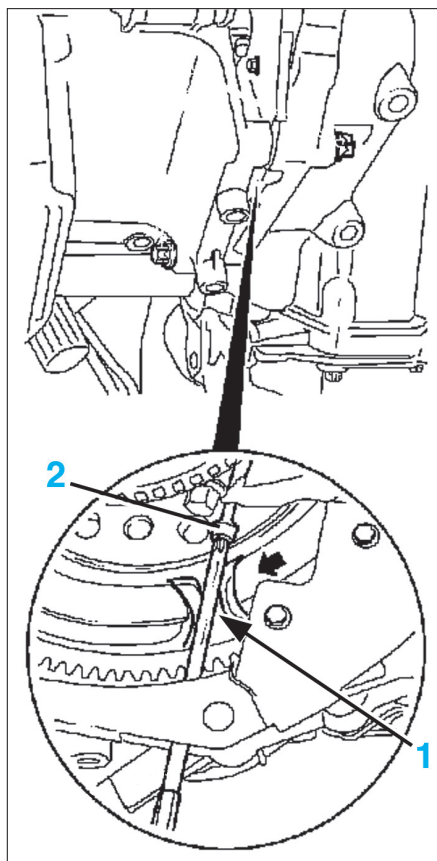

FIG. 16
Deux vis ne sont accessibles que depuis le carter d'embrayage devant le volant moteur. Tourner celui-ci à l'aide de la poulie de vilebrequin, jusqu'à ce que l'évidement (1) laisse l'accès à l'une des 2 vis de fixation (2) puis tourner de nouveau le volant moteur pour avoir accès à la deuxième (fig. 16).